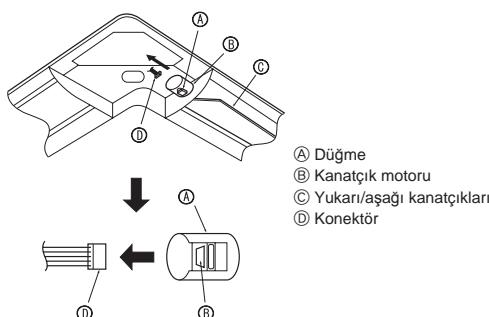

Fig. 9-9
9.5. Yukarı/aşağı hava akımı yönünün sabitlenmesi (Fig. 9-9)